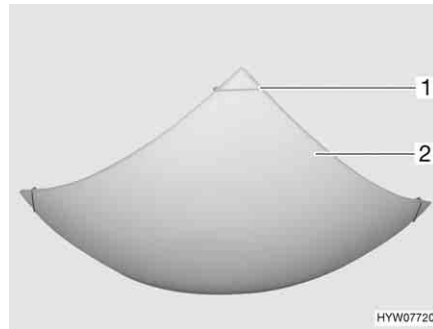

Fig. 192 Lampada a soffitto (quadrata)
- Tirare verso l'esterno due delle quattro graffe di supporto (Fig. 192,1) poste sulla lampada a soffitto contro la resistenza delle molle e spingerle verso l'alto sopra la copertura della lampada (Fig. 192,2).